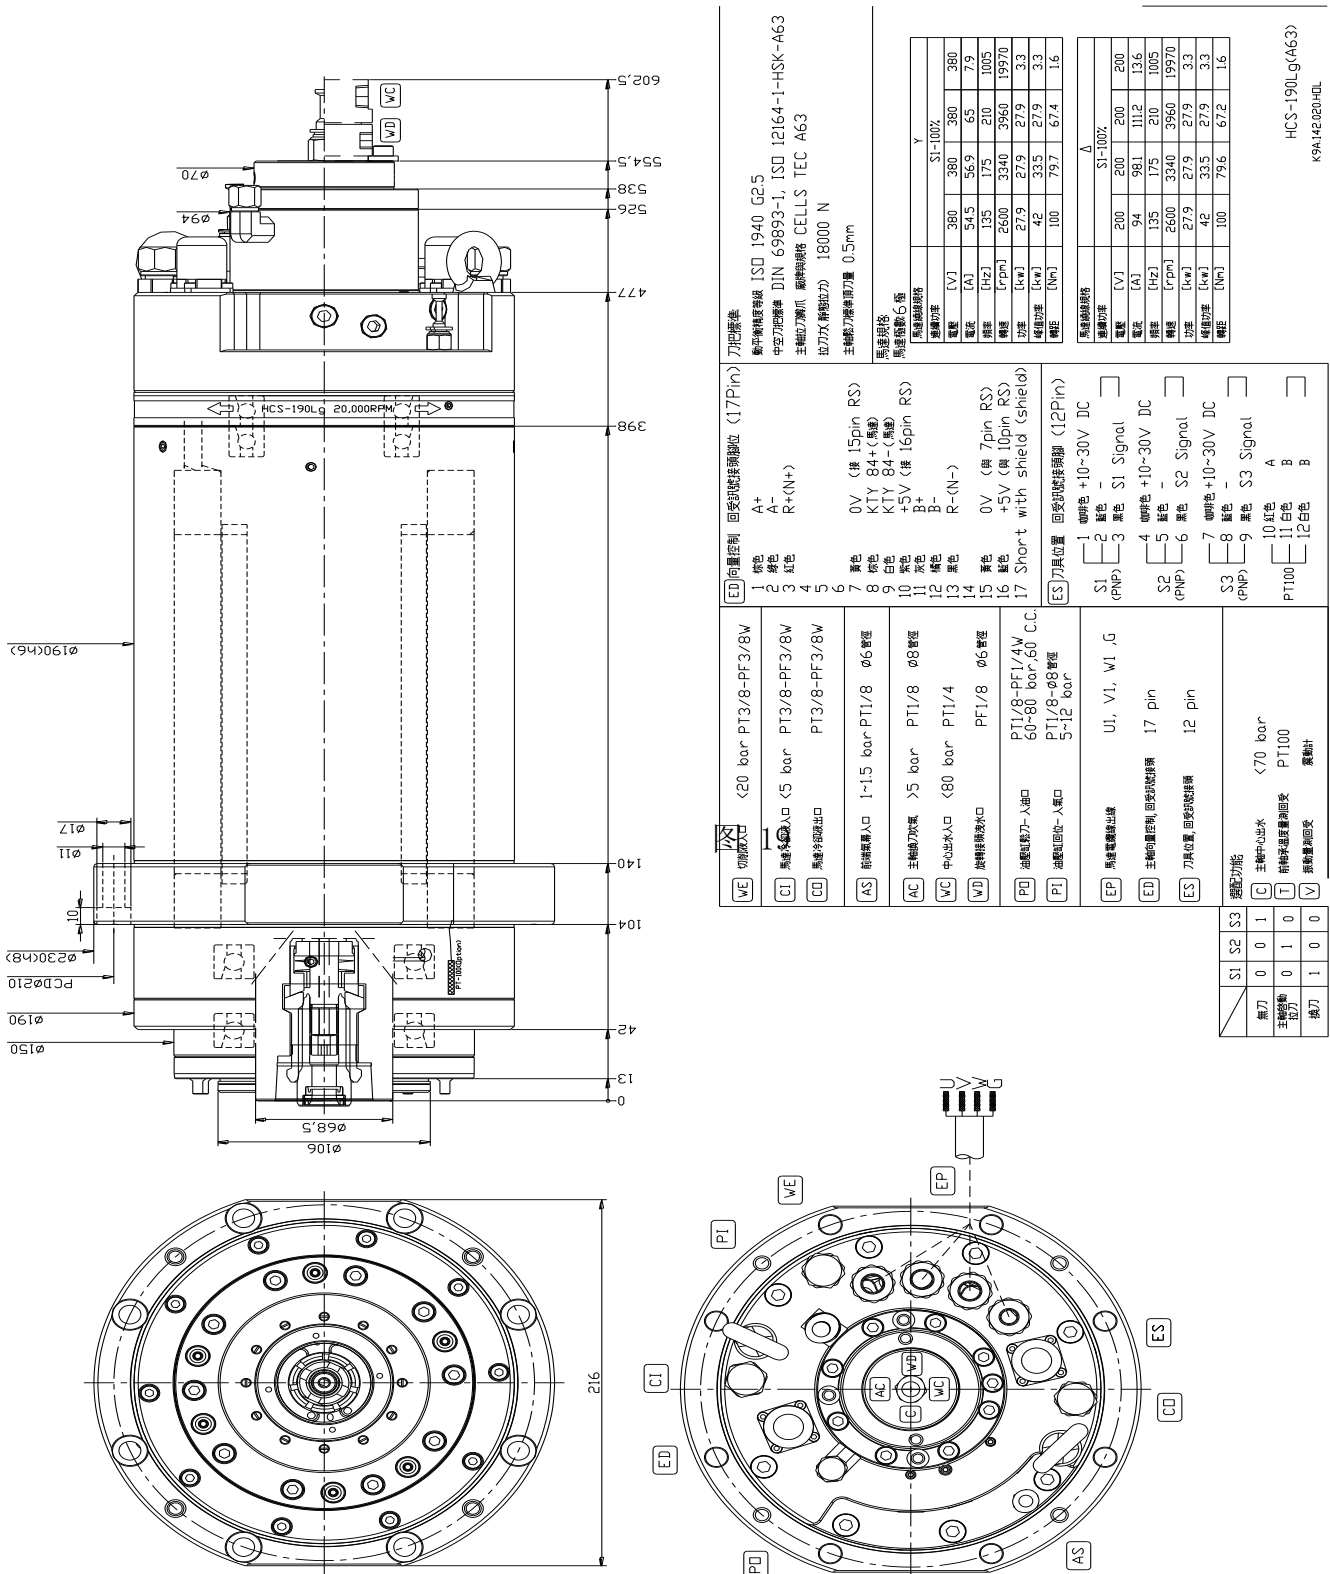

Рисунок 17
- 3) поднимите фундаментные винты, чтобы пройти через одну большую и одну маленькую регулировочные площадки уровня, снова через внутреннюю часть винтов планки уровня, а затем зафиксируйте гайкой, см. рисунок 17;